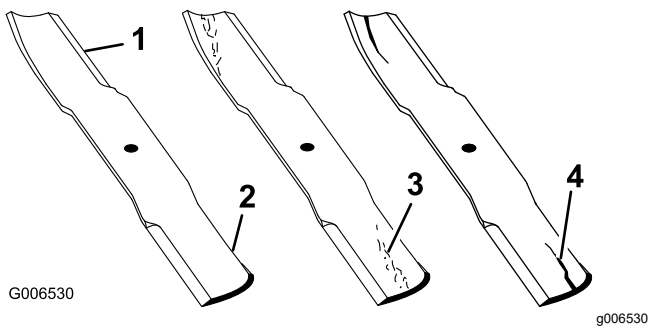

Figure 52
1. Examinez le tranchant des lames (Figure 52).
4. Remplacez immédiatement toute lame fendue, usée ou qui présente une entaille sur cette partie (Figure 52).